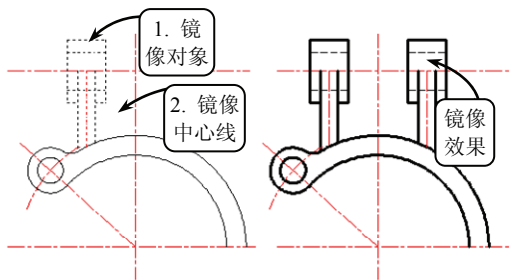

图 3-63 镜像图形
⑪ 单击【镜像】按钮, 选取如图 3-63 所示的图形为要镜像的对象，并指定竖直中心线的两个端点确定镜像中心线进行镜像操作。